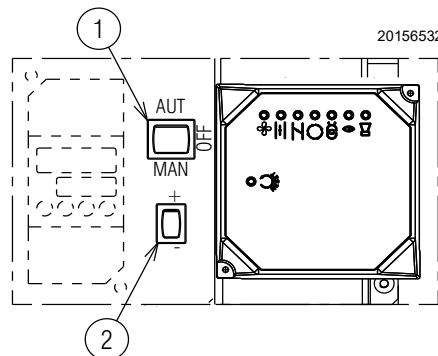
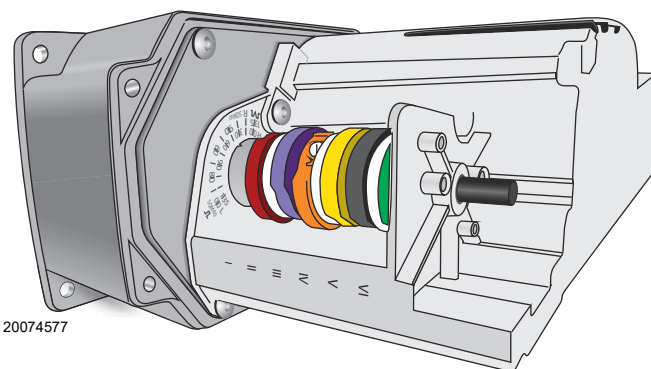
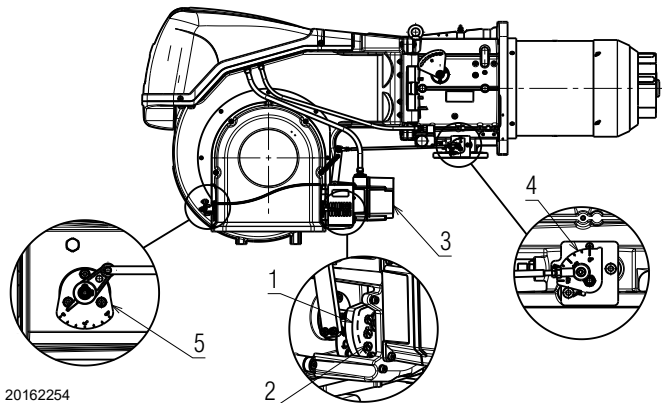
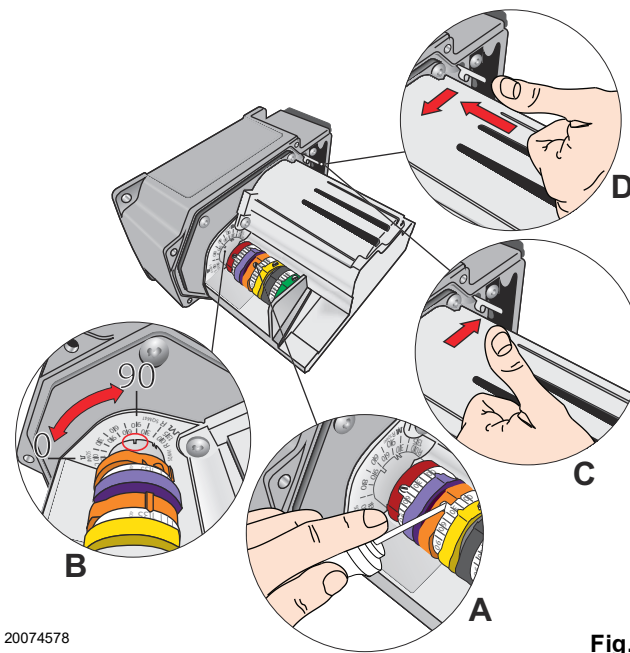

Fig. 24
Fig. 25
Fig. 27
Fig. 28
Mettre le sélecteur 1)(Fig. 24) dans la position « MAN ».
- mettre l'interrupteur 1)(Fig. 24) en position « OFF » et attendre que la boîte de contrôle effectue la phase d'extinction ;
Le servomoteur (Fig. 25) règle en même temps le volet d'air et, à travers la came mécanique à profil variable, le papillon à gaz. Il effectue une rotation de 90° en 30 s.
Le réglage de l'air est effectué en modifiant l'angle de la came III) (Fig. 25 à la page 23) et au moyen du sélecteur 2)(Fig. 24 à la page 22). Pour le réglage de la came du servomoteur, voir Fig. 28 A).
Dans la description précédente, le brûleur est resté allumé, fonctionnant à la puissance minimale. Appuyer maintenant sur le bouton 2)(Fig. 24 à la page 22) « augmentation de puissance » et le maintenir enfoncé jusqu'à ce que le servomoteur ait ouvert le volet d'air et le papillon gaz.
Le réglage de l'air est effectué en modifiant l'angle de la came I) (Fig. 25 à la page 23) et au moyen du sélecteur 2)(Fig. 24 à la page 22). Pour le réglage de la came du servomoteur, voir Fig. 28 A).
Légende (Fig. 27)
Appuyer sur le bouton 2)(Fig. 24 à la page 22) « Diminution de puissance » et le maintenir enfoncé jusqu'à ce que le servomoteur se mette (Fig. 28 B) sur le réglage effectué en usine et en réglant par conséquent le volet d'air 5) et le papillon gaz 4) (Fig. 27 à la page 24).
Modifier progressivement le profil initial de la came mécanique 1) Fig. 27 à la page 24, en agissant sur les vis 2).
Par exemple, régler la puissance minimum à 800 kW, contrôler les émissions et éventuellement augmenter ou diminuer l'ouverture du volet d'air (Voir «Réglage de l'air» à la page 24). Remettre la puissance à 800 kW en agissant sur les vis 2) de la came mécanique 1)(Fig. 27 à la page 24) et vérifier les émissions.
Le réglage de l'air est effectué en modifiant l'angle de la came III) du servomoteur (Fig. 25 à la page 23) et au moyen du sélecteur 2)(Fig. 24 à la page 22). Pour le réglage de la came du servomoteur, voir Fig. 28 A, page 24).
Pour l'éventuel réglage de la came III, voir Fig. 28 A) et B).
Après avoir réglé la puissance maximale et minimale du brûleur, on effectue le réglage du gaz sur plusieurs positions intermédiaires du servomoteur. Le passage d'une position à la suivante est obtenu en maintenant le bouton 2) enfoncé sur le symbole (+) ou (-) (Fig. 24 à la page 22). Appuyer légèrement sur le bouton 2)(Fig. 24 à la page 22) « Augmentation de puissance » afin que le servomoteur tourne d'environ 20°, voir index gradué servomoteur Fig. 28 B) et index gradué volets d'air 5) (Fig. 27 à la page 24).
Visser ou dévisser la vis 2) de la came mécanique (Fig. 27 à la page 24) choisie pour augmenter ou diminuer le débit de gaz de façon à l'adapter au débit correspondant d'air pour obtenir une combustion optimale.
Éteindre le brûleur en agissant sur l'interrupteur 1)(Fig. 24), position OFF, désolidariser la came mécanique 1)(Fig. 27 à la page 24) pour séparer les engrenages du servomoteur, en appuyant et en déplaçant le bouton 3)(Fig. 28 D, page 24) vers le bas et vérifier plusieurs fois en tournant manuellement la came mécanique 1)(Fig. 27 à la page 24) en avant et en arrière que le mouvement est souple et sans points durs.
Il est recommandé de fixer à nouveau la came mécanique 1)(Fig. 27 à la page 24) au servomoteur en déplaçant le bouton 3)(Fig. 28 C, page 24) vers le haut.